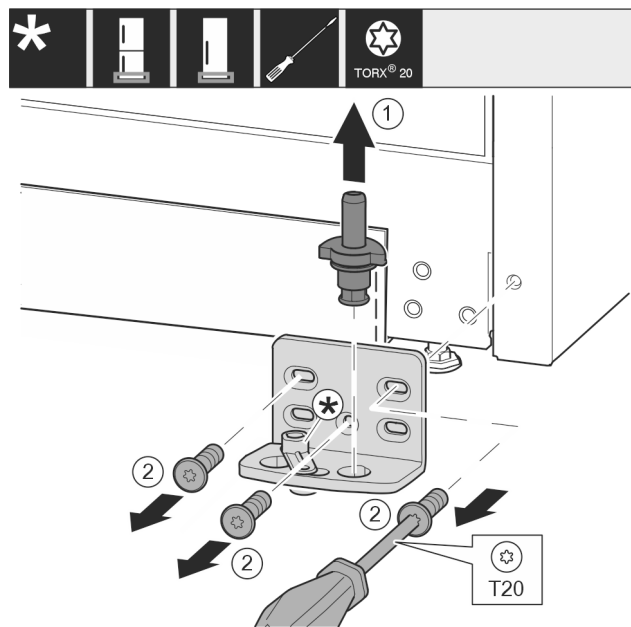

Fig. 11
- Ložiskový čep Fig. 11 (1) celý vytáhněte nahoru.
- Šroubovákem vyšroubujte šrouby Fig. 11 (2) a sejměte stojan ložiska.